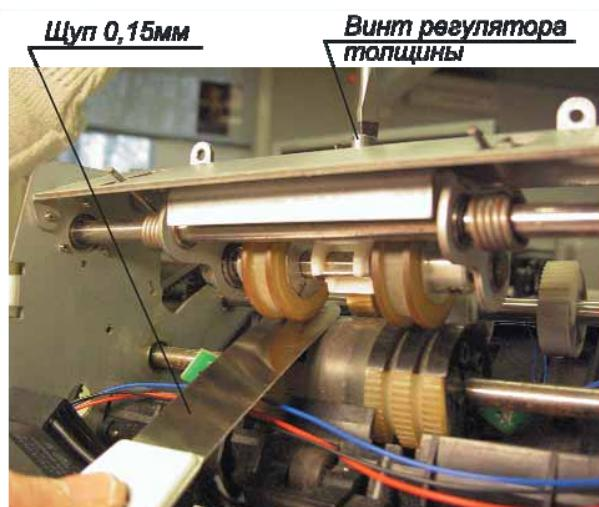

Рис. 16
11. Вращением винта регулятора толщины по часовой стрелке и перемещая щуп 0,15мм между левыми и правыми роликами сепаратора и фидера, достичь зазора между роликами 0,15мм (рис. 16 и 17). В конечном положении щуп 0,15мм должен проходить между роликами с легким защемлением.